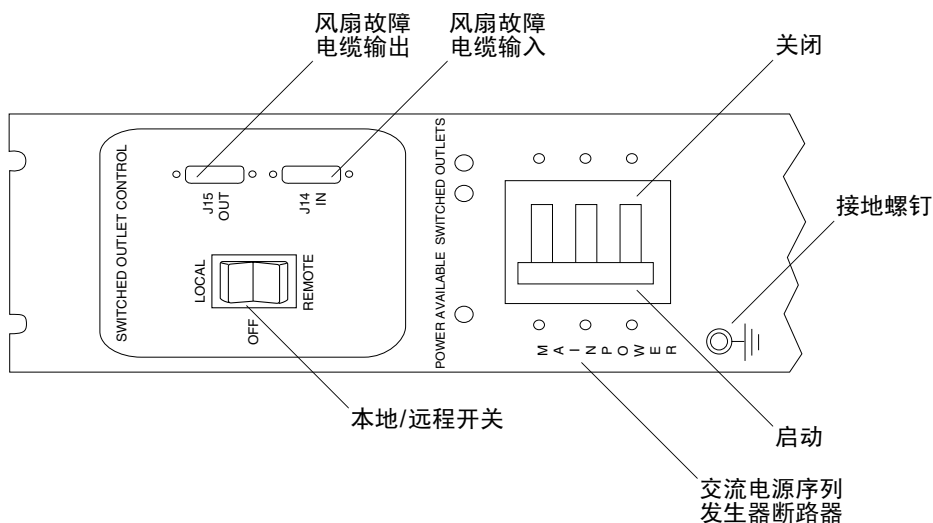

图 3-2 电源序列发生器控制面板
3. 确认每个交流电源序列发生器断路器处于 Off（关闭）位置，并且 Local/Remote（本地/远程）开关处于 Local（本地）位置（图 3-2）。